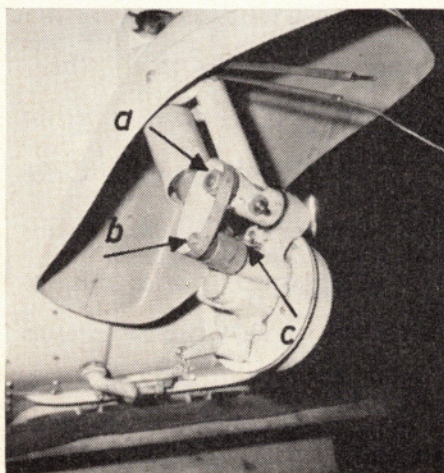

Bild 12: Zerlegen der Vorderradaufhängung: a = Mutter auf dem Schwingen-, b = Mutter auf dem Stoßdämpferankerbolzen, c = Klemmblech für Tachospirale.
3. Tachoantriebswelle nach Lockern der Befestigungsschraube am Klemmblech herausziehen (s. Bild 12).
4. Deckel am Schutzgehäuse (s. Bild 12) abnehmen (mit Schraubenzieher ohne Beschädigung des Blechrandes abheben).